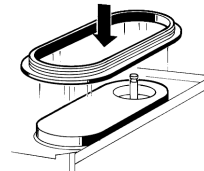

figure 6
- 4 Replacer le joint du réservoir sur l'évaporateur, en laissant la couronne plus épaisse en contact avec le plan égouttoir (voir figure 6).